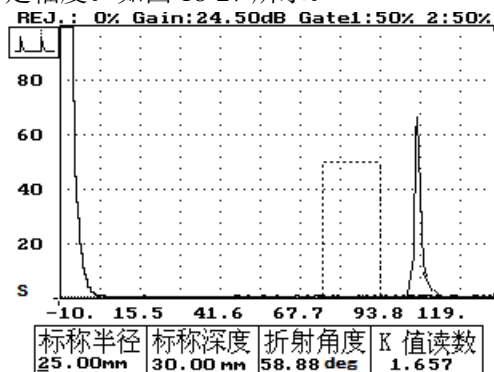

图 18-27
10、按波形键及方向键——使屏幕上出现被测标准试块上 $\Phi 50\text{mm}$ 孔的反射波。同时使反射波的波高达到一定幅度。如图 18-27 所示。